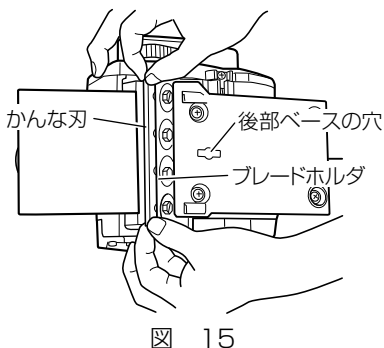

図 15
(3) かなな刃の両端を持って、ウラバとブレードホルダの間に入れます。(図 15)